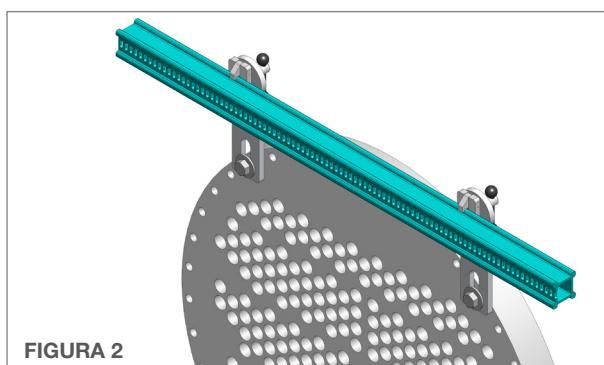

FIGURA 2
- Encaixe o **Trilho Superior (com os rasgos voltados para fora)** nos suportes superiores. Se o trilho não estiver bem alinhado com as fileiras de tubos, solte um dos suportes superiores e ajuste até que o trilho superior esteja paralelo às fileiras de tubos horizontais. Aperte as garras de fixação do trilho aos suportes. Assegure-se de que os suportes de montagem superiores estejam bem fixados ao flange do feixe de tubos. (**Figura 2**).